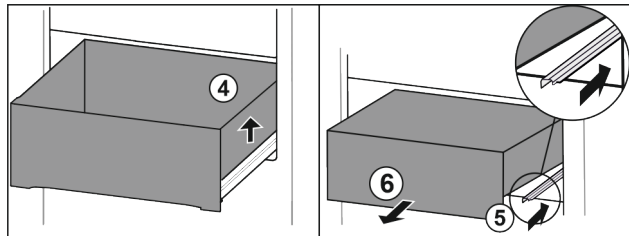

Fig. 14*
- ▶ Soulever le tiroir sur la droite Fig. 14 (4).*
- ▶ Rentrer le rail de droite Fig. 14 (5).*
- ▶ Retirer le tiroir par l'avant Fig. 14 (6).*